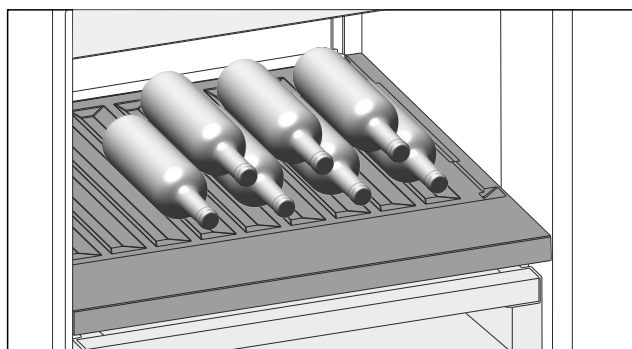

Fig. 119
- ▶ 将瓶底向后对着后壁放入瓶子。(参见 Fig. 119)